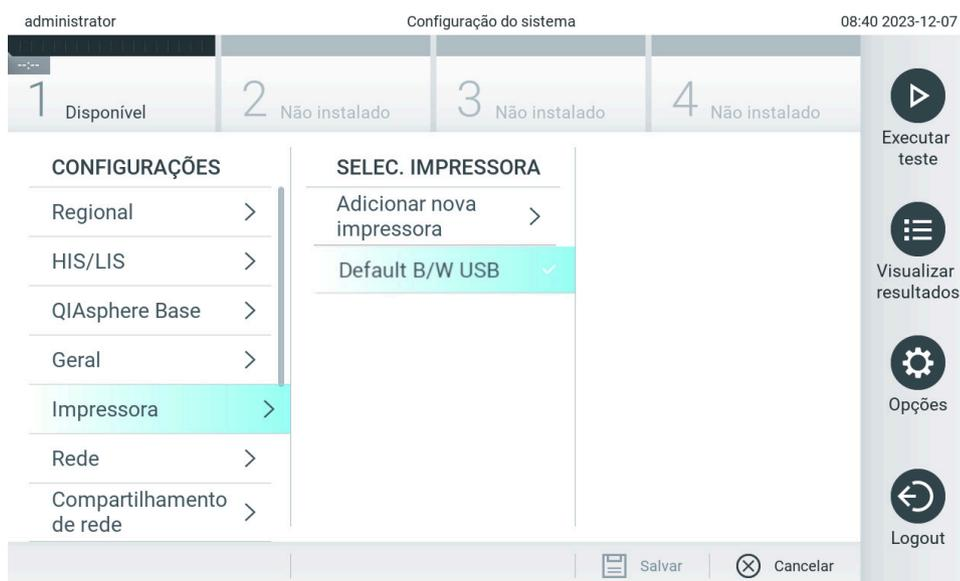

Figura 66. Selecionando uma impressora para o sistema.
8. Selecione uma impressora a partir da lista de impressoras disponíveis (Figura 66).